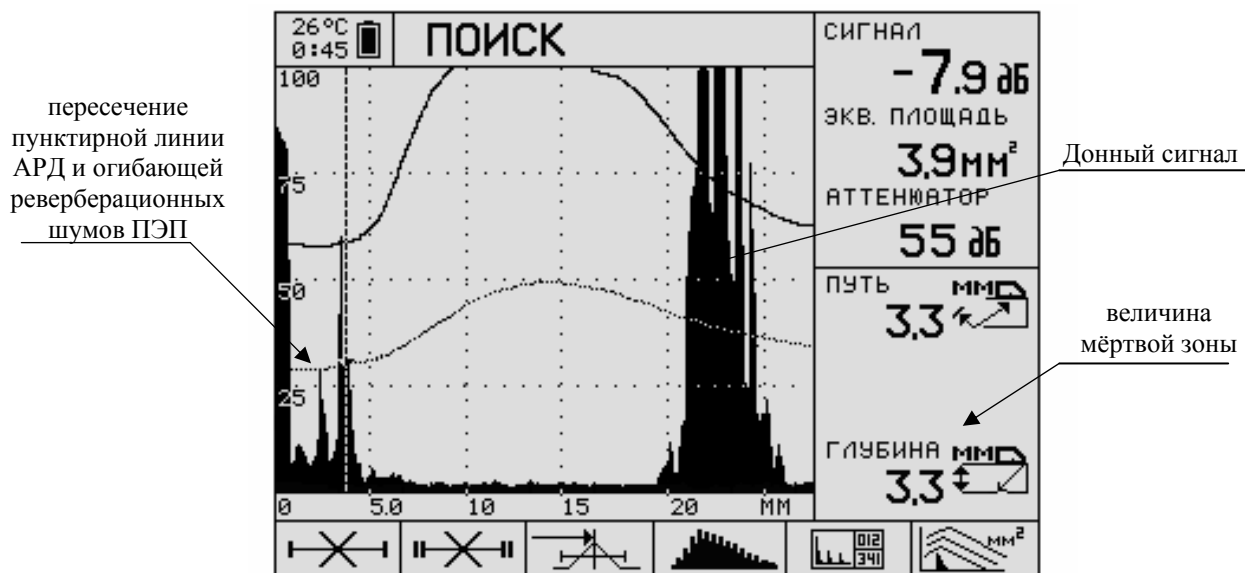

Рисунок 3.14
3.7.4.6 Кнопками «**PARAM** » или «**PARAM** » совместите пунктирный курсор с этой точкой. Величина мёртвой зоны будет равна значению глубины, индицированной справа внизу на экране дефектоскопа (Рисунок 3.14).